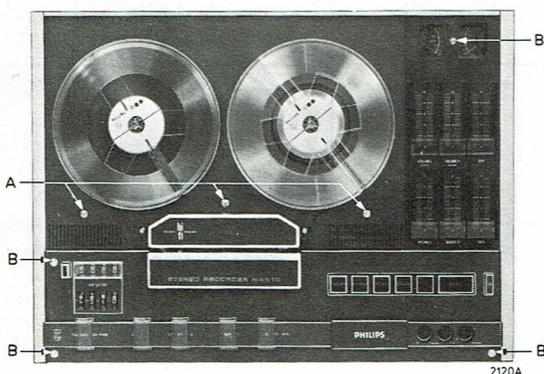

Fig. 1
**DEMONTAGE DE L'APPAREIL** (fig. 1 et 2)